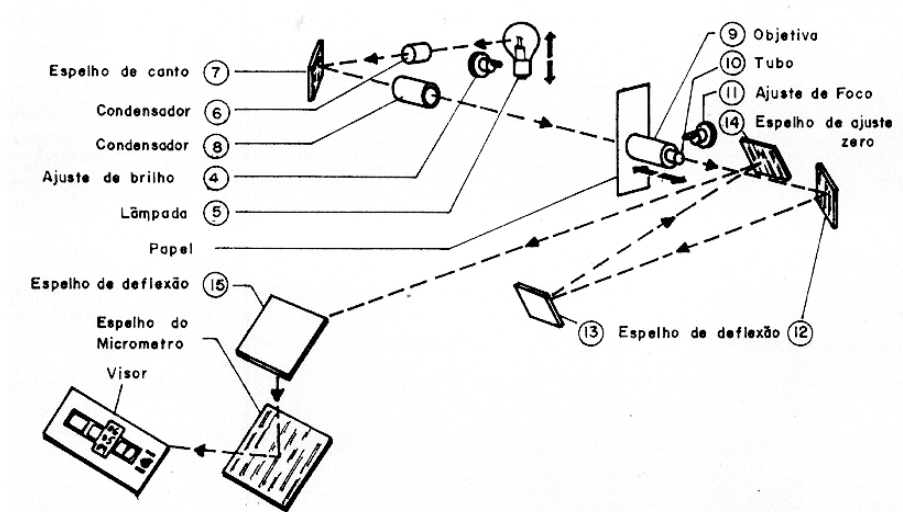

Figura 12 - Caminho da luz dentro da balança de leitura superior
4º - Ajustar o botão de foco, conforme figura 12 (11), até que uma leitura nítida seja obtida no visor.
- B) do espelho de canto (figura 12, item 12), em balanças antigas.
6^º - Certificar que os traços da escala estejam paralelos. Caso contrário, o ajuste deve ser feito no espelho inferior (figura 12 item 15)